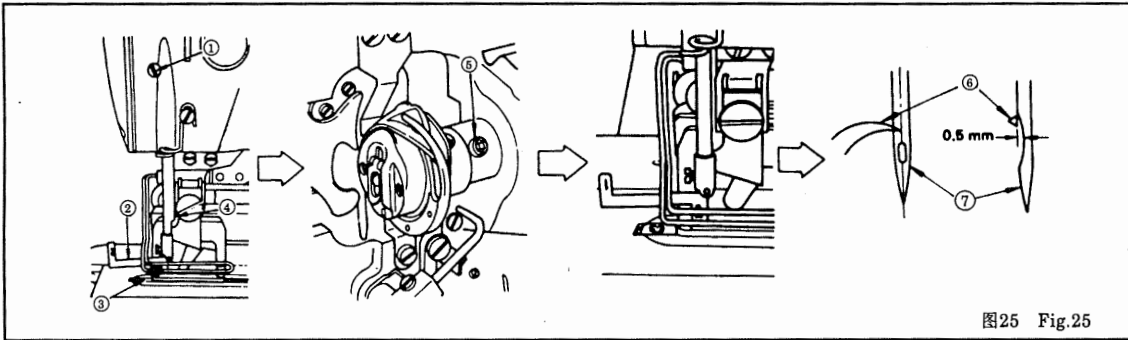

图25 Fig.25
22. 针与旋梭配合 图25
22. NEEDLE-TO-HOOK RELATION Fig.25